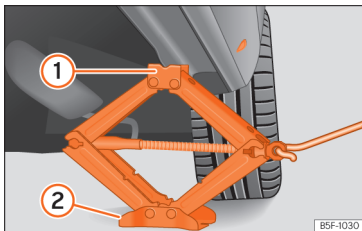

Fig. 41 Longherone: posizionamento del cric del veicolo.
- Ruotare la manovella del cric*, posto sotto il punto di appoggio del longherone, per alzarlo finché la linguetta ① » » » fig. 41 non avrà raggiunto l'alloggiamento previsto.
- Allineare il cric* in modo tale che la linguetta ① "si agganci" nell'apposito alloggiamento del longherone e la piastra di base mobile ② resti appoggiata al suolo. La piastra di base ② deve cadere sul lato verticale rispetto al punto di appoggio ①.